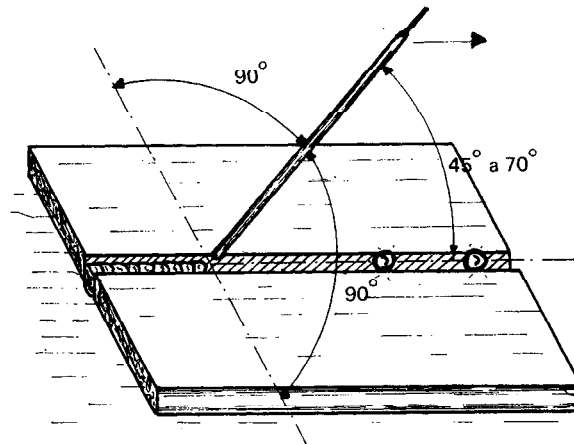

Figura 2.68
a) Inclíne el electrodo en dirección al avance (Figura 2.68).